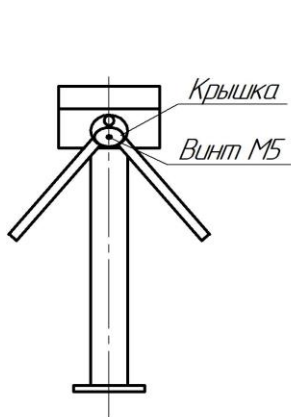
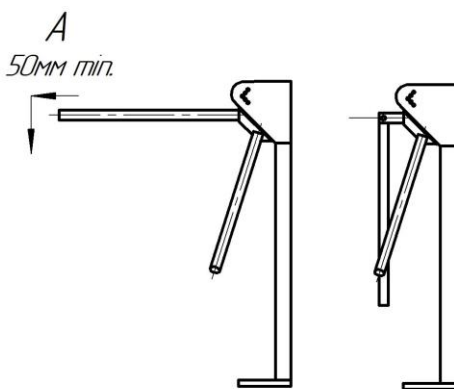

Рис. 1
рис. 2
6.4. Установите штанги. Для этого снимите крышку поворотного механизма, открутив винт М5 (рис.1). Закрепите штанги болтами М10, входящими в комплект штанг. Для перевода штанги «антипаника» в положение «проход открыт» потяните штангу в направлении А (от турникета) на 50-80мм и поверните ее вниз (рис.2). Время открытия штанги «антипаника» составляет 1-3с. Закройте место крепления штанг крышкой.